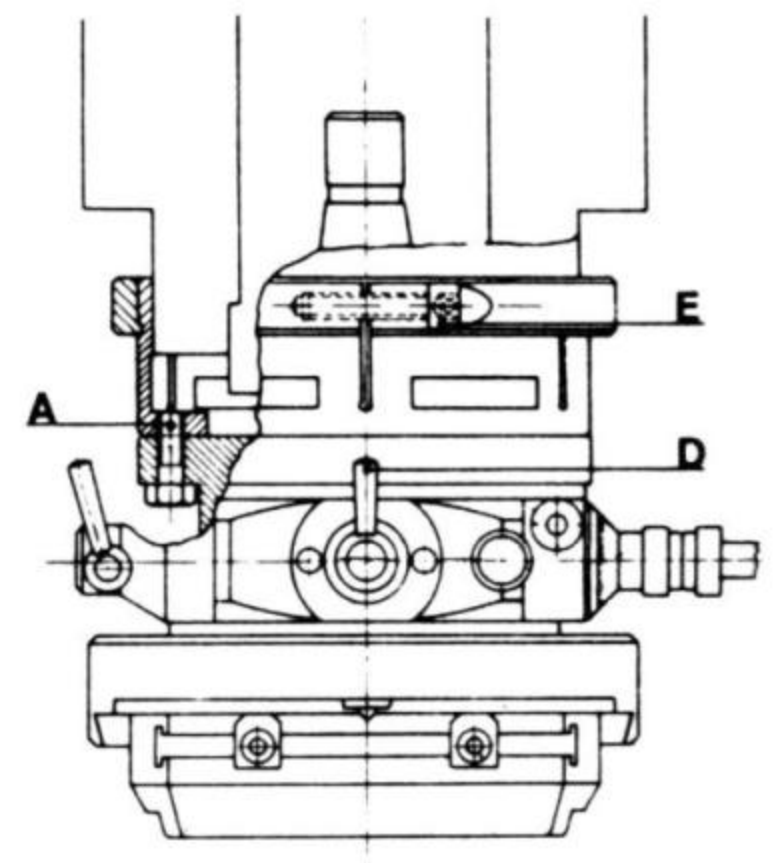

Fig. 3
- 3 - Fixer sur la broche, au moyen du cône, l'ensemble tête et collier (Fig. 3) après s'être assuré que le levier de la commande des avances automatiques **D** soit en position débrayée